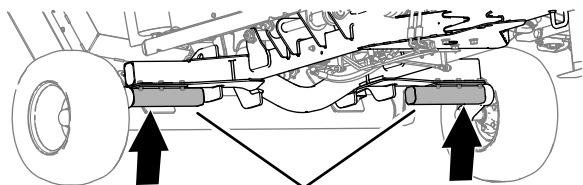

Figura 39
1. Eleve el cortacésped en las mitades de los ejes, tal y como se muestra en la Figura 39.